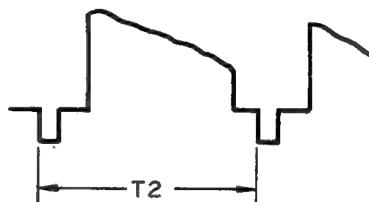

Abb. 8-20
2. TP5 mit dem Oszilloskop (Selbsttriggerung) beobachten und R737 so einstellen, daß, wie aus Abb. 8-20 ersichtlich,  $T_2 = 64 \pm 3 \text{ ms}$  erhalten wird.
2. TP5 mit dem Oszilloskop (Selbsttriggerung) beobachten und R736 so einstellen, daß, wie aus Abb. 8-20 ersichtlich,  $T = 64 \pm 3 \text{ ms}$  erhalten wird.